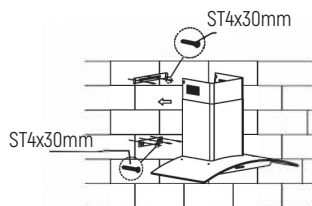

Abb. 4
4. Bringen Sie das Glas entsprechend der Richtung und der Installationsmethode auf der Haube an und befestigen Sie das Glas mit Schrauben, nehmen Sie auch das Verlängerungsrohr außerhalb des Raumes, während Sie die Höhe des Innenkanals entsprechend der Position der Innenkanalhalterung einstellen und mit einer Schraube befestigen, achten Sie dabei darauf, dass sich der Innenkanal frei biegt. Siehe Abb. 4.